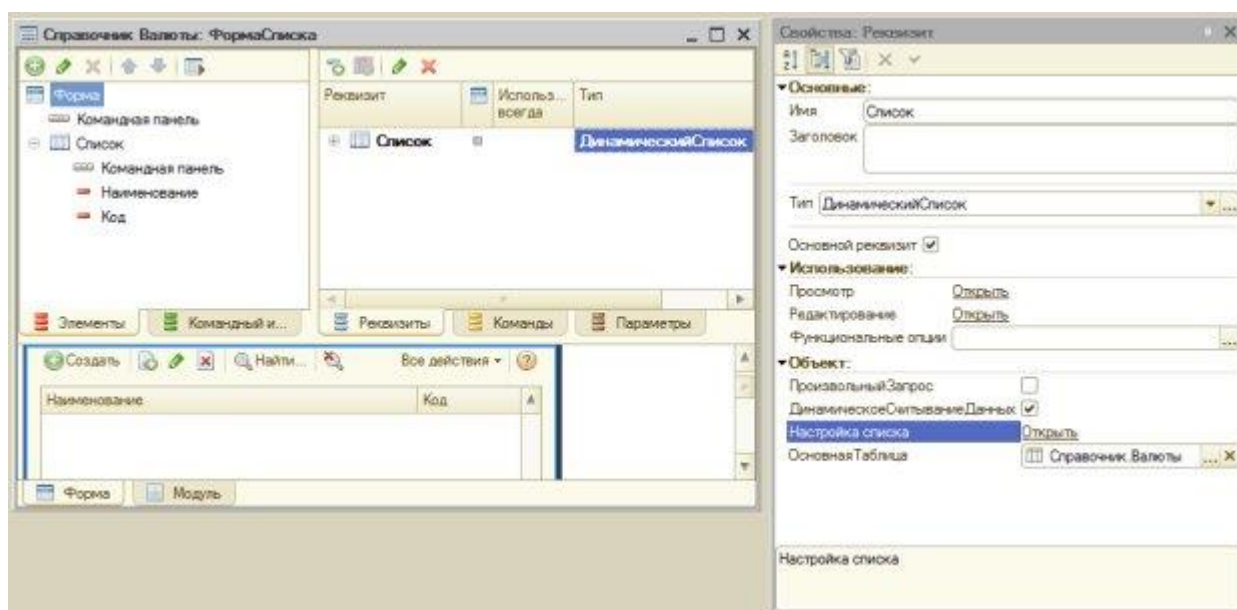

Рисунок 19.1- Редактирование свойств динамического списка
3. Обратите внимание на то, что реквизит **Список** имеет тип **ДинамическийСписок**. Это означает, что мы можем вмешаться в создание этого списка, так как он строится на основе некоего запроса, генерируемого, в данном случае, системой автоматически. Для того, чтобы самостоятельно отредактировать запрос, который лежит в основе динамического списка, нам нужно в окне его свойств (Рисунок 19.1.) установить флаг **ПроизвольныйЗапрос**.